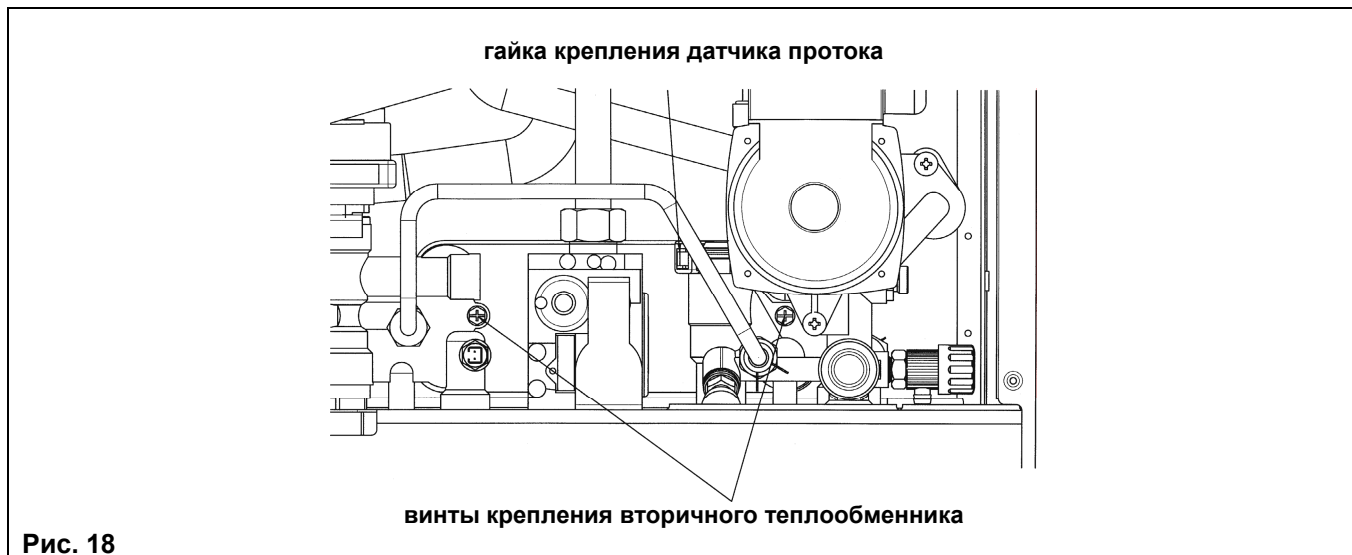

Рис. 18
- отвинтите два винта (прямо перед вами), крепящие теплообменник ГВС, и выньте его (рис.18).
- Отвинтите гайку на блоке датчика протока ГВС (рис.18).